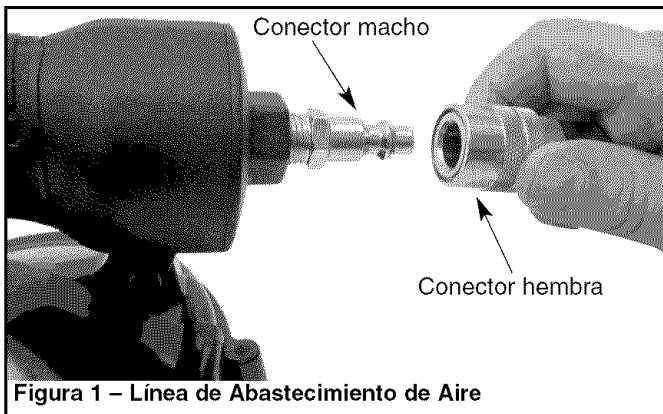

Figura 1 – Línea de Abastecimiento de Aire
Consulte la Figura 1 en la página 12.
- Nunca conecte un acoplamiento de desconexión rápida hembra en el lado de conexión de la línea de aire de la herramienta. Conecte un acoplamiento macho de flujo libre en el lado de conexión de la línea de aire de la herramienta (véase la Figura 1, página 12).